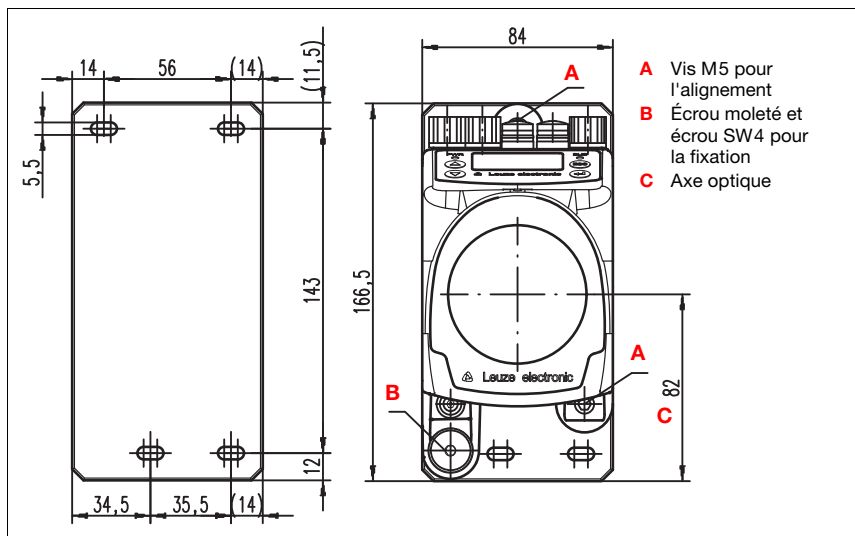

Figure 5.2 : Montage de l'appareil
Le spot laser est aligné de façon à ce qu'il tombe toujours au milieu du réflecteur, que ce soit à la distance de mesure minimale ou maximale. **Pour l'alignement, utilisez les deux vis M5 à six pans creux (« A »** sur la figure 5.2). Pendant l'alignement, veillez à ce que l'écrou moleté et le contre-écrou soient bien ouverts (« B » sur la figure 5.2).
*Pour que l'alignement du système laser de mesure ne se dérègle pas en régime permanent, serrez ensuite l'écrou moleté à la main et bloquez bien la fixation à l'aide de l'écrou SW4 (« B » sur la figure 5.2). L'écrou moleté et l'écrou ne doivent être serrés qu'après alignement.*